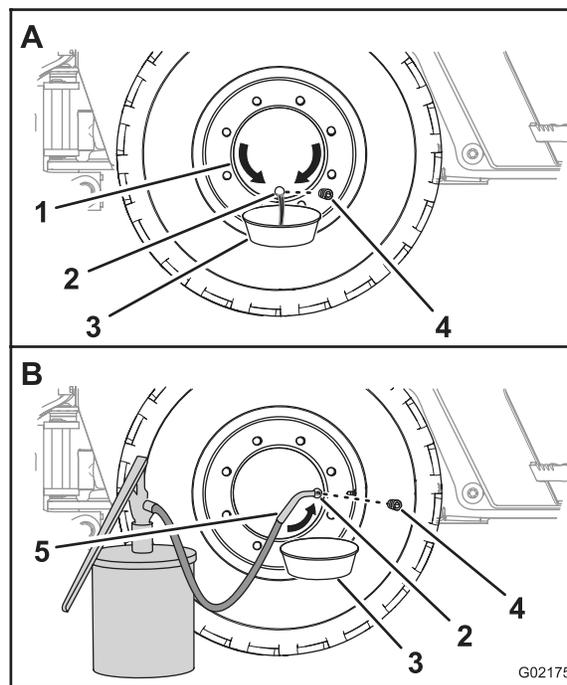

Figura 65
- Mova a máquina para frente ou para trás até que o bujão do cubo esteja na posição de 6 hs (Figura 65).
- Posicione uma bandeja de drenagem sob o orifício de drenagem do cubo (Figura 65).
- Retire o bujão e drene o óleo do planetário (Figura 65).
- Mova a máquina para frente ou para trás até que o bujão do cubo esteja na posição de 3 hs ou 9 hs (Figura 65).